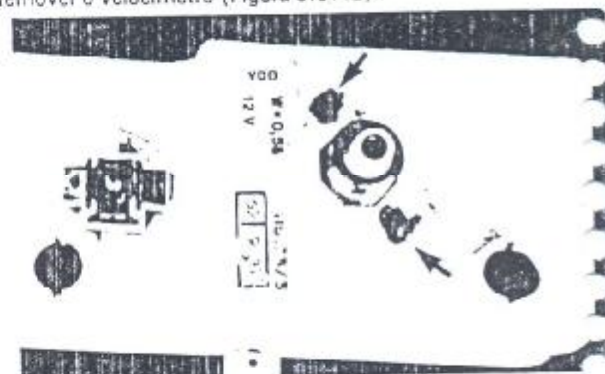

Figura 9.57.2 - Fixação do velocímetro
2. Remover os dois parafusos de fixação do velocímetro, remover o velocímetro (Figura 9.57.2).
2. Posicionar o velocímetro, na carcaça, e fixá-lo com os dois parafusos (Figura 9.57.2).